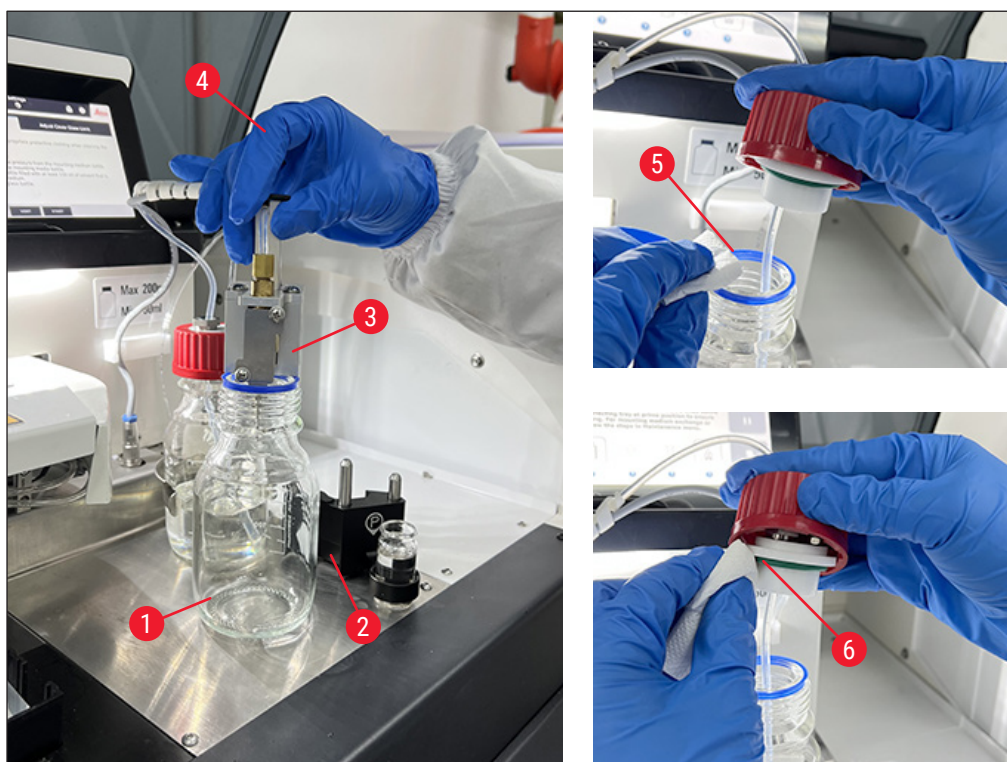

Fig. 62
16. Scoateți unitatea de dozare și introduceți-o în sticla de solvent rezidual (→ Fig. 62).